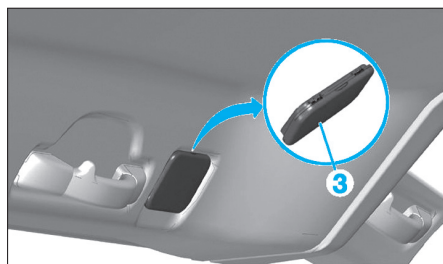

Fig. 45
- Dégrafer le boîtier (3) de la fixation de filet de protection (Fig.45).